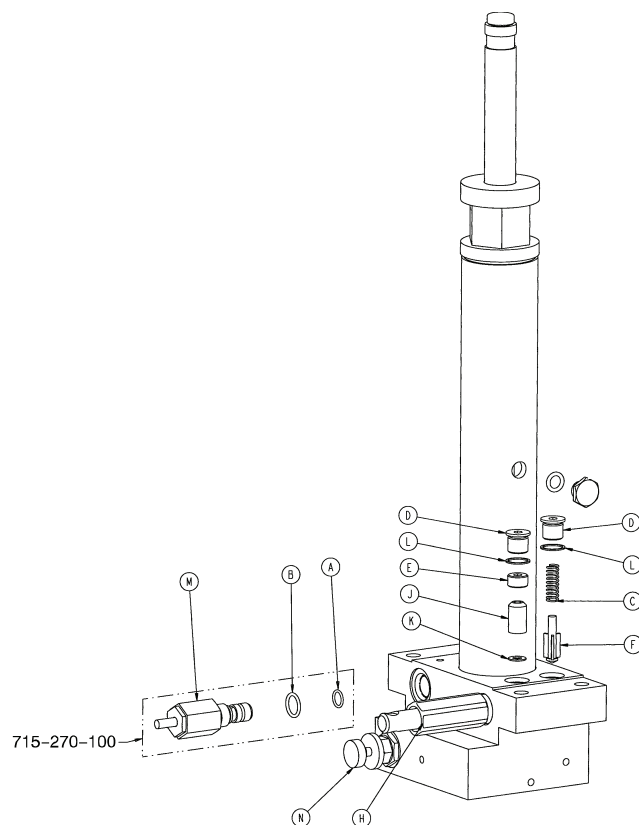

Figure 13 – Réglage de la vitesse de descente
6. À l'aide du bouton bleu à l'extrémité de la valve P.C. (N), ajuster la valve de sorte que le vérin du côté pieds descende légèrement plus rapidement que le vérin du côté tête (Figure 13). Pour régler, desserrer la bague de verrouillage argentée en la tournant dans le sens antihoraire.
7. À l'aide d'une clé hexagonale de 1/4 po, retirer le bouchon de la base (D) et le joint (L) (Figure 13). Conserver le bouchon de la base et le joint.
8. Retirer et conserver le ressort de compression (C) (Figure 13).
9. À l'aide d'une petite pince à becs fins, retirer la valve à clapet (F) (Figure 13). Jeter la valve à clapet.
8. À l'aide d'une clé hexagonale de 1/4 po, retirer le bouchon de valve (E) (Figure 13). Conserver le bouchon de la valve.
9. À l'aide d'un guide rigide dont l'extrémité est courbée et pointue, retirer le clapet anti-retour (J) et le joint (K) (Figure 13). Jeter le clapet anti-retour. Conserver le joint.
7. À l'aide d'une clé mixte de 13/16 po, retirer la valve P.C. réglable (M) (Figure 13). Jeter la valve P.C.